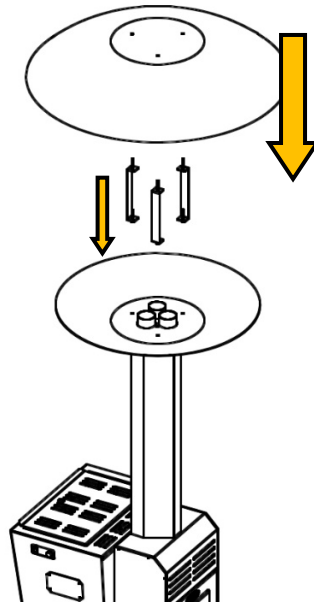

Fig. 5
- 4 Appoggiare i tre supporti e la parabola superiore, poi fissare il tutto (Fig.5)